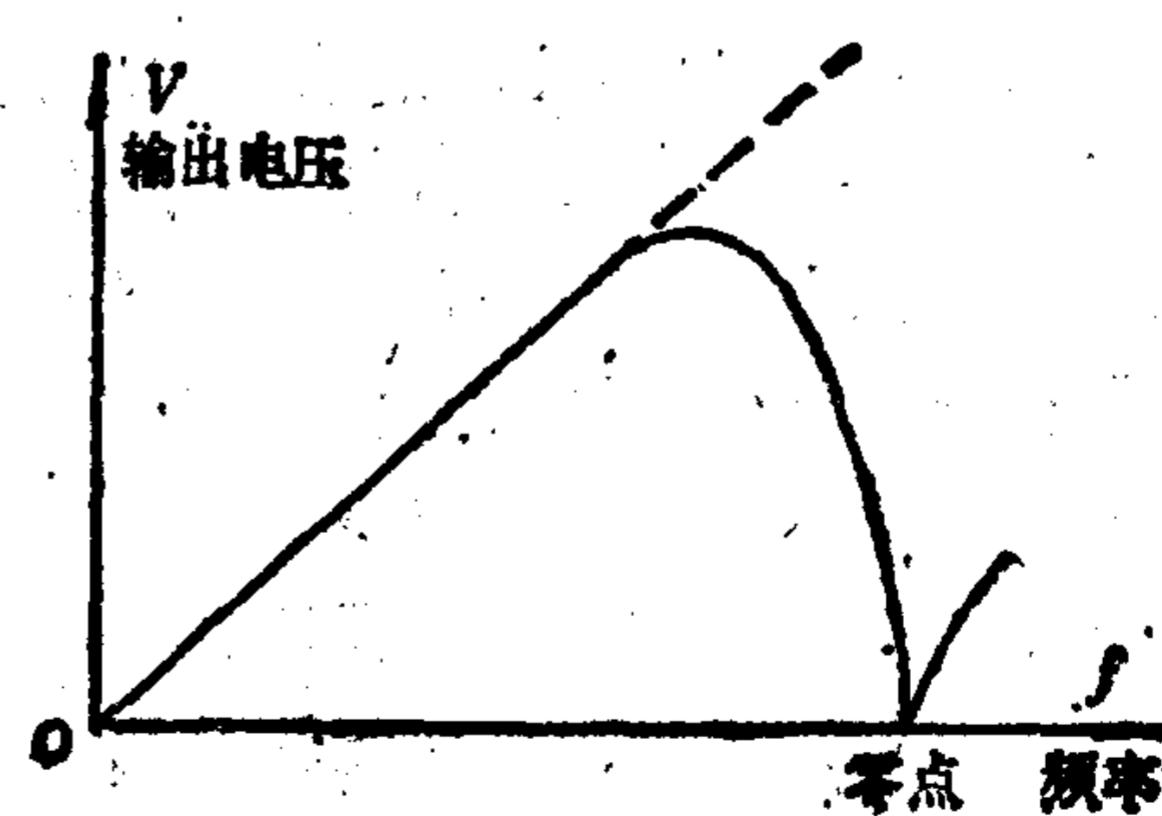
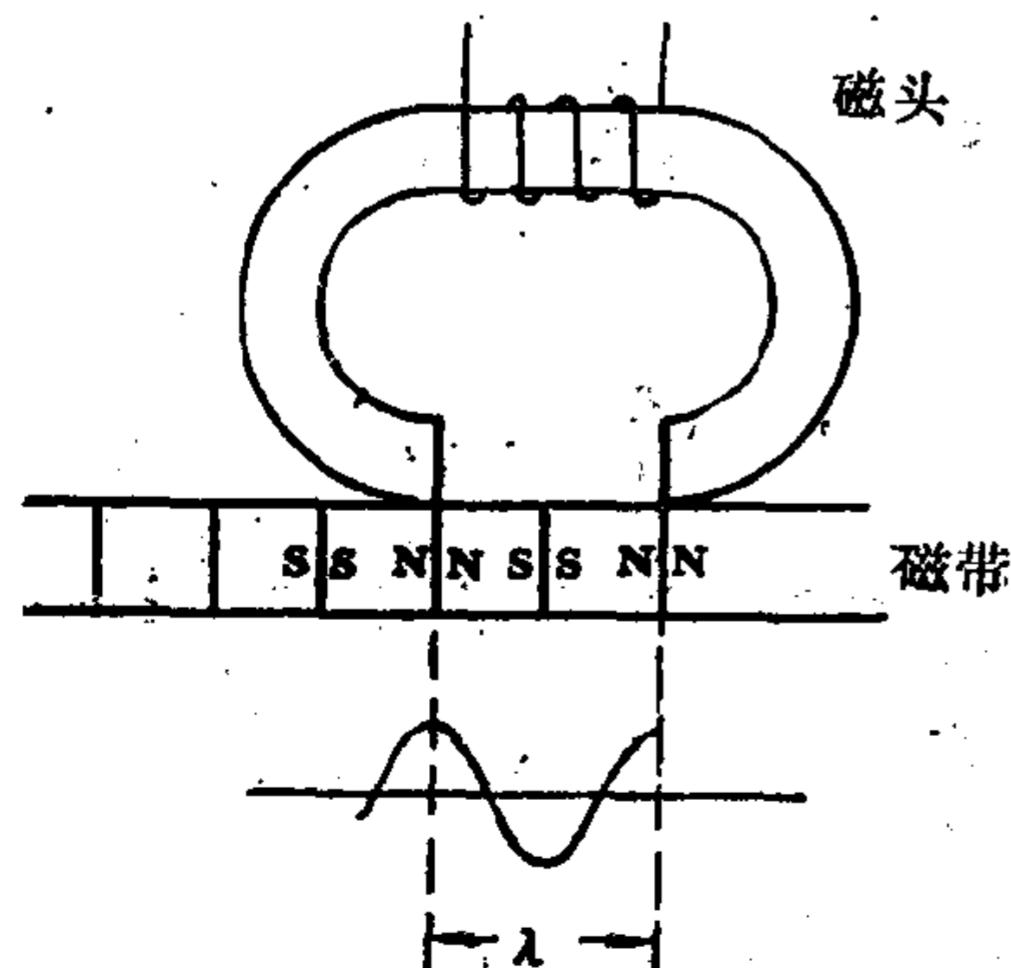

图1-3 磁头重放输出电压
图1-4 记录波长与重放信号
因此，磁头上的感应输出电压与记录信号的频率有关。当信号频率为0时，输出电压也为0（相当于磁头磁带不移动）。频率变高，输出电压就随着增加，而且这个增加速度是非常快的。它们的关系如图1-3所示。频率每增加一个倍频程，输出电压就增加一倍。即6dB。在理
想情况下，它们成直线关系。但在实际情况下是不可能的，频率升高到一定程度，输出电压就会急剧下跌。当频率升高到它的记录波长等于磁头缝隙长度时，磁头两极尖之间正好包含一个记录波长，见图1-4。由于记录波长的正半周和负半周使磁头两极尖之间的磁场相互抵消，输出电压也就等于0。这就是图1-3中的零点。当频率再升高时，虽然还有一些输出，但已不能恢复原来的信号了。
- (1) 压缩视频信号的倍频程数。这可以采用调频调制的办法来解决。
- (2) 提高图1-3特性曲线的零点频率。这就必须减少磁头缝隙和提高磁头磁带相对速度。
另一方面，由图1-3可知，在一定范围内重放输出与频率成正比。因此，在频率很低时，其重放输出几乎为0，即使能录在磁带上也放不出来。